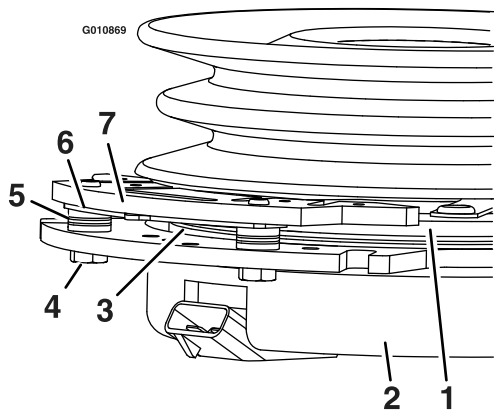

**Figure 62**
3. Retirez le capuchon antipoussière de la roue pivotante et serrez le contre-écrou (Figure 62).
4. Continuez de serrer le contre-écrou jusqu'à ce que les rondelles élastiques soient aplaties, puis desserrez-le de 1/4 de tour pour obtenir la précharge correcte des roulements (Figure 62).
**Important:** Veillez à placer les rondelles élastiques comme illustré à la Figure 62.
- Remettez le capuchon antipoussière en place (Figure 62).